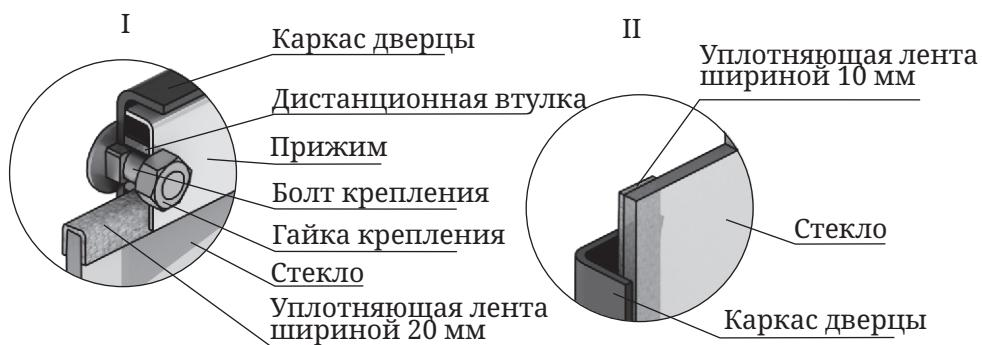

Рисунок 11. Крепление светорозрачного экрана дверцы модификации «Витра»
1. Открутите две гайки, фиксирующие прижим (рисунок 11.I), и демонтируйте его и дистанционные втулки.
лента шириной 20 мм наклеивается сверху и снизу стекла «П»-образно (рисунок 11.I), лента шириной 10 мм наклеивается вертикально, вдоль боковых сторон стекла (рисунок 11.II).
4. Вставить стекло в упор, при этом лента наклеенная с боковых сторон (вертикальная) должна быть зажата между стеклом и каркасом дверцы (рисунок 11.II).
Внимание! Гайки крепящие прижим накручиваются на болты крепления через дистанционные втулки (рисунок 11.I).